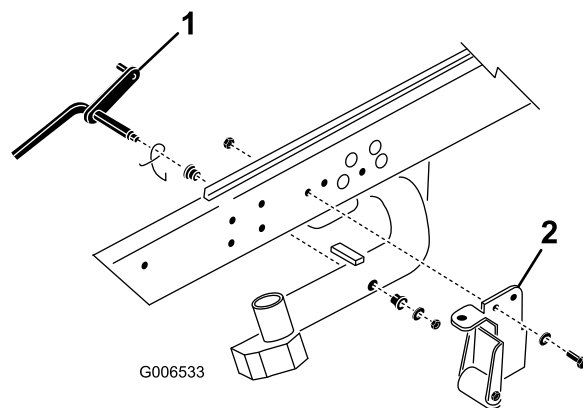

図 3
1. ピボットロッドを昇降アーム番に固定しているロックナットとワッシャを外す 図 3。昇降アームから、ピボットロッドとスプリングを取り外す。昇降アーム番および番にも同じ作業を行う。
注 DPA カッティングユニットでは、ティッパーブラケットローラ付きやティッパーサポートブラケットは必要ありません 図 3。外しても差し支えありません。